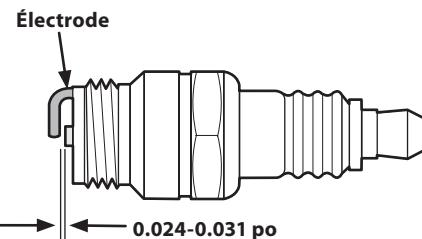

Figure 6-10
3. Mesurez l'écartement de la bougie avec une jauge d'écartement. Ajustez au besoin en pliant l'électrode de côté. Voir la Figure 6-10. L'écartement doit être de 0,024 à 0,031 po.